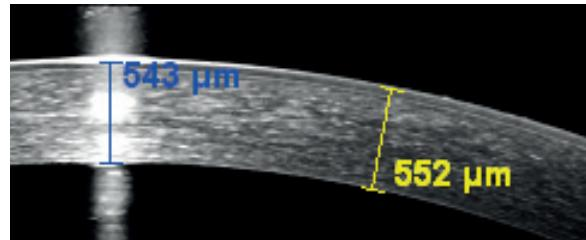

Abb. 3: Dickenmessung der Kornea
- ✓ Genaue pachymetrische Werte erfordern eine Messung senkrecht zur Korneavorderfläche (Abb. 3). Eine Missachtung dieser Regel kann insbesondere in der Peripherie zu Messfehlern führen.